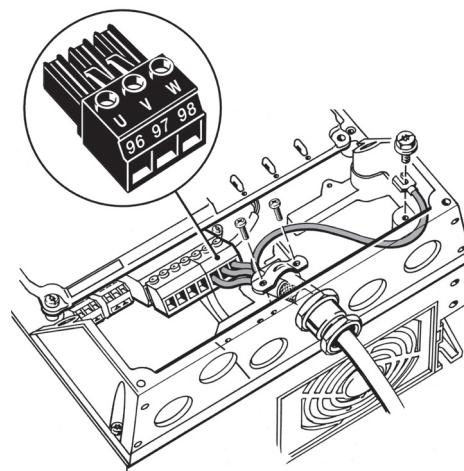

Fig. 13 Motortilslutning, A5
1. Tilslut jordlederen til klemme 99 (PE). Se fig. 13.
2. Tilslut motorlederne til klemme 96 (U), 97 (V), 98 (W) i motorstikpropen.